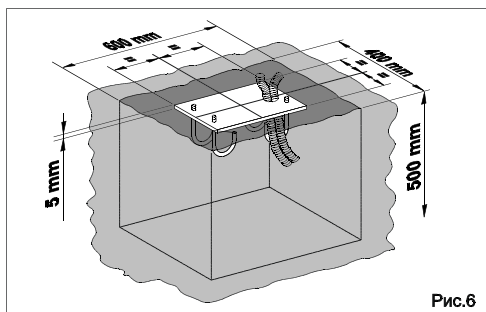

Рис.6
- Подготовьте фундамент, как показано на рис.6 (для мягкой почвы)